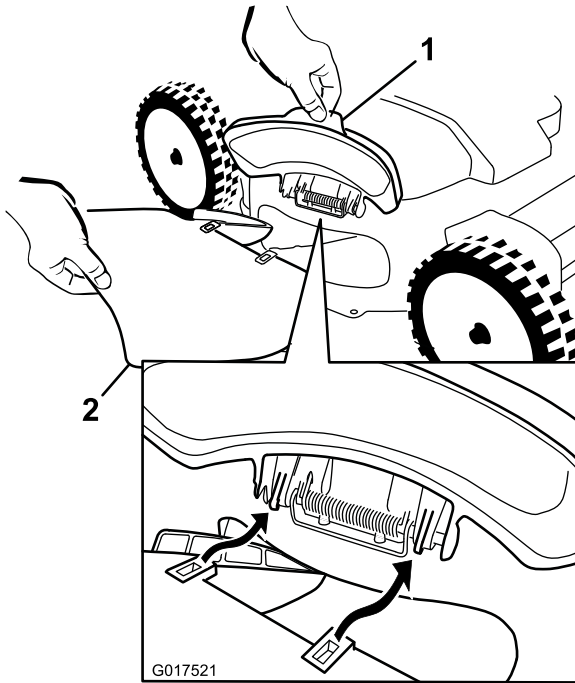
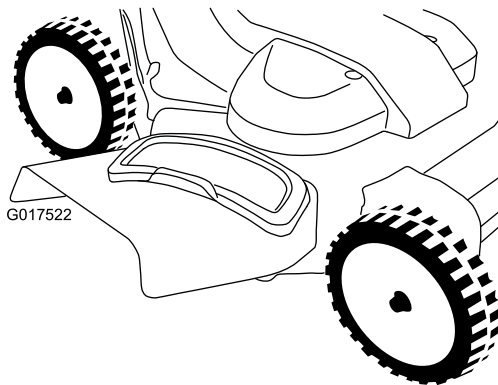

Bild 29
Bild 30
1. Öffnen Sie das Seitenauswurfablenkblech (Bild 29).
2. Befestigen Sie den Seitenauswurfkanal, wie in Bild 29 und Bild 30 dargestellt, und schließen Sie das Ablenkblech auf dem Auswurfkanal.